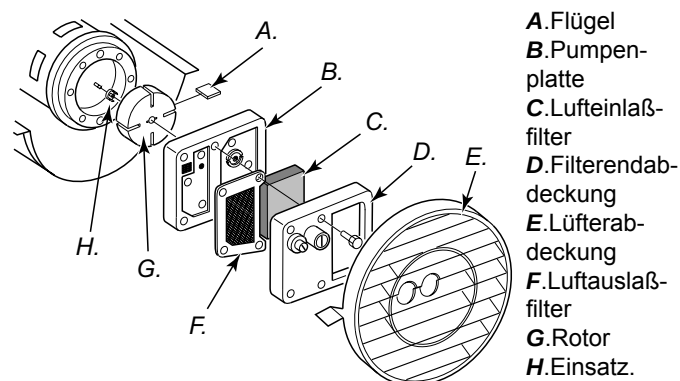

Abbildung 26 – Lage des Rotors, 30 und 43 kW Modelle.
14. Feines Sandpapier (600 Körnung) auf einer flachen Oberfläche auflegen. Den Rotor viermal leicht mit einer "8er-Bewegung" abschmiegeln (siehe Abbildung 26).